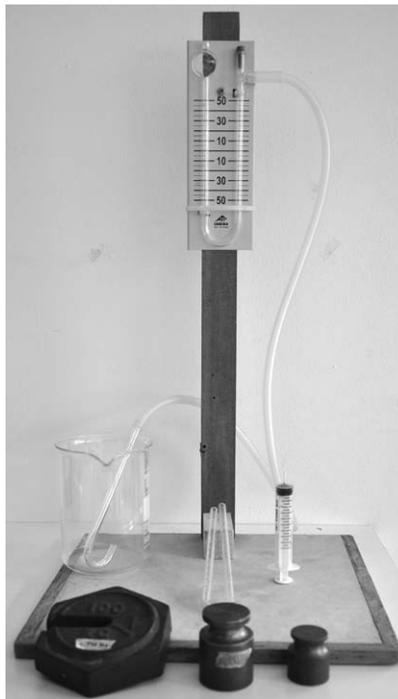

Figura 3.2 Montaje para medir la presión hidrostática
1. Monte el manómetro en U, como se muestra en la figura 3.2.